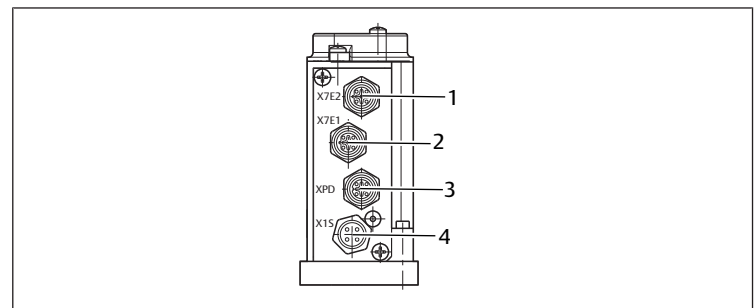

Abb. 3: Anschlüsse und Stecker
Der Anschluss an das Bussystem wird über die Datenstecker M12, 5-polig, D-codiert ausgeführt. Die physikalische Reihenfolge der Geräte in einem PROFINET-System kann beliebig gewählt werden. Die Anschlüsse X7E1, PROFINET (2) und X7E2, PROFINET (1), sind daher vertauschbar und können nur außerhalb des Betriebs konfiguriert werden. Siehe → Abb. 3.